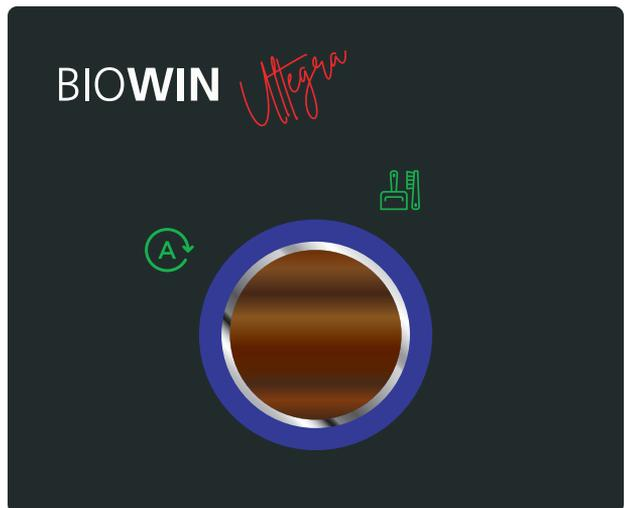
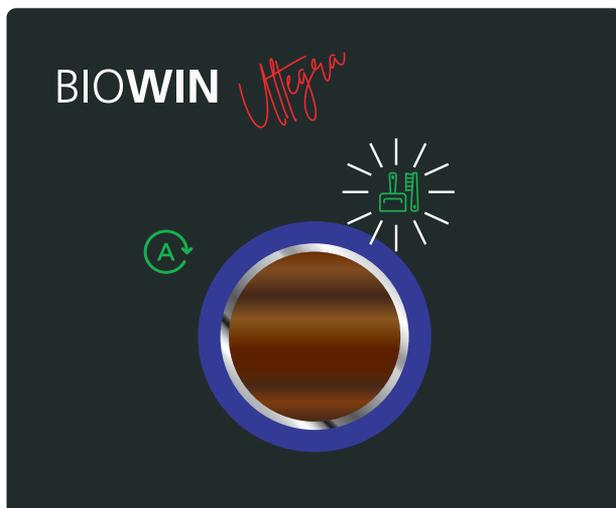

Fig. 40
Fig. 41
- Tourner le bouton myMagic sur l'icône Nettoyage , le symbole devient vert – Fig. 40. Maintenir le bouton myMagic enfoncé pendant environ 3 secondes, le symbole  clignote (Fig. 41) puis s'allume à nouveau en permanence – Fig. 42. Le nettoyage est confirmé.